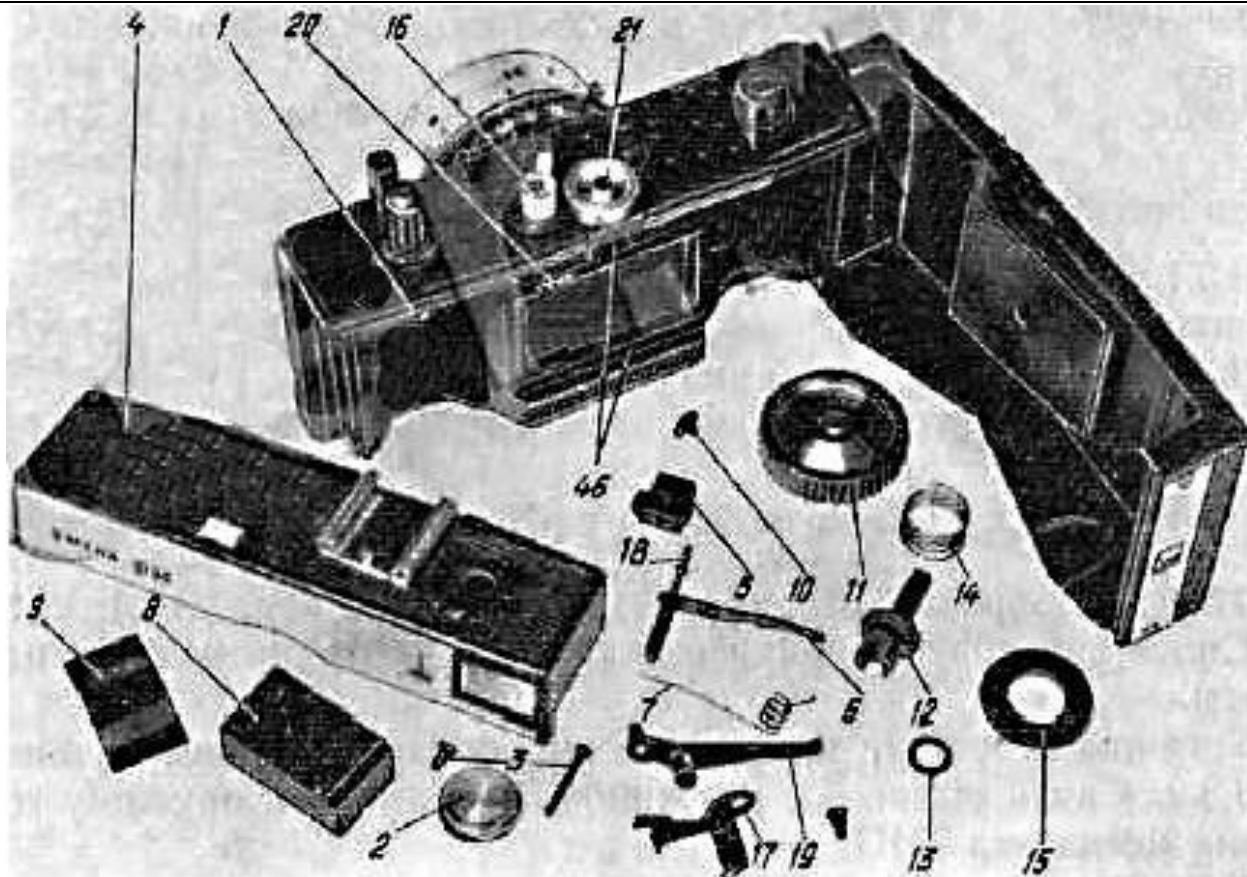

Рис. 2
3.1.1. Открыть заднюю крышку фотоаппарата (рис. 1), вставить в прорезь вилки 1 (рис. 2) отвертку, чтобы предотвратить разворот вилки, поднять головку 2 обратной перемотки и отвернуть ее.
Установить узел счетчика на корпус фотоаппарата и закрепить его пружинной шайбой *21* (см. рис. 2).
3.6.4. Открыть заднюю крышку и вывернуть два винта 46 (см. рис. 2). Снять затвор с корпуса фотоаппарата.